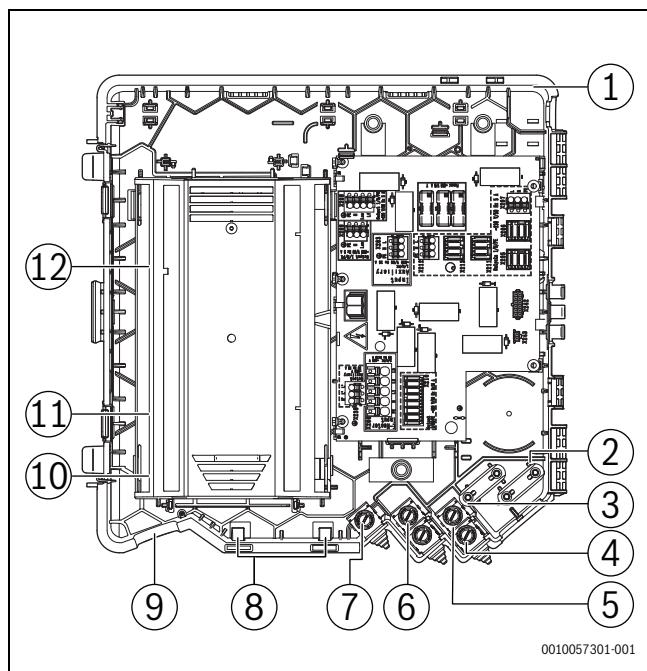

Bild 38 Kabelführung im Klemmenkasten (Netzanschluss, Zubehör und Kleinspannung)
- Netzkabel (zur Stromversorgung des elektrischen Zuheizers) mit Kabelhalter [3] sichern (→ Abb. 38, Seite 32) und an Anschlussklemme **X200** anschließen.
- ▶ Netzkabel (zur Stromversorgung des elektrischen Zuheizers) mit Kabelhalter [3] sichern (→ Abb. 38, Seite 32) und an Anschlussklemme **X200** anschließen.